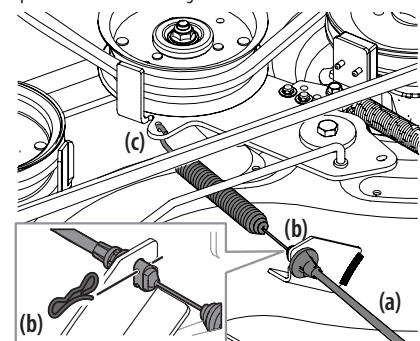

Figura 34
10. Extraiga con cuidado el cable de la PTO (a) de la parte posterior de la plataforma de corte retirando el pasador de chaveta (b) que lo sujeta. Retire el resorte (c) del soporte de polea loca de la plataforma. Consulte la Figura 34.